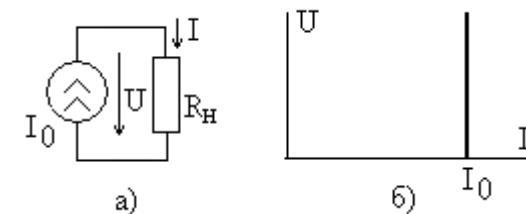

Рис. 6.2
**Идеальным источником тока  $I_0$**  называют источник, который отдает в нагрузку  $R_H$  ток, не зависящий от напряжения  $U$  на зажимах источника,  $I = I_0$ . Рис. 6.2а. Его вольтамперная характеристика показана на рис. 6.2б.
а в цепи на рис. 6.2а идеальный источник тока отдает в нагрузку мощность